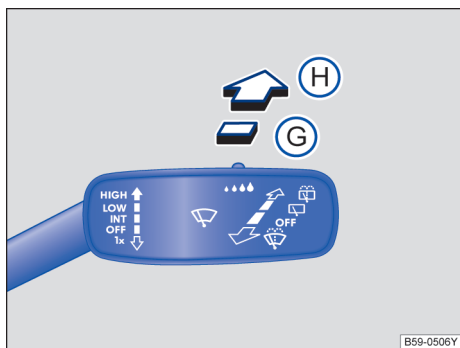

图 95 挡风玻璃雨刮器拨杆：后窗雨刮器操作
- 将挡风玻璃雨刮器拨杆向前按到位置 **G** → 图 95，大约每隔六秒，雨刮器刮一次车窗。